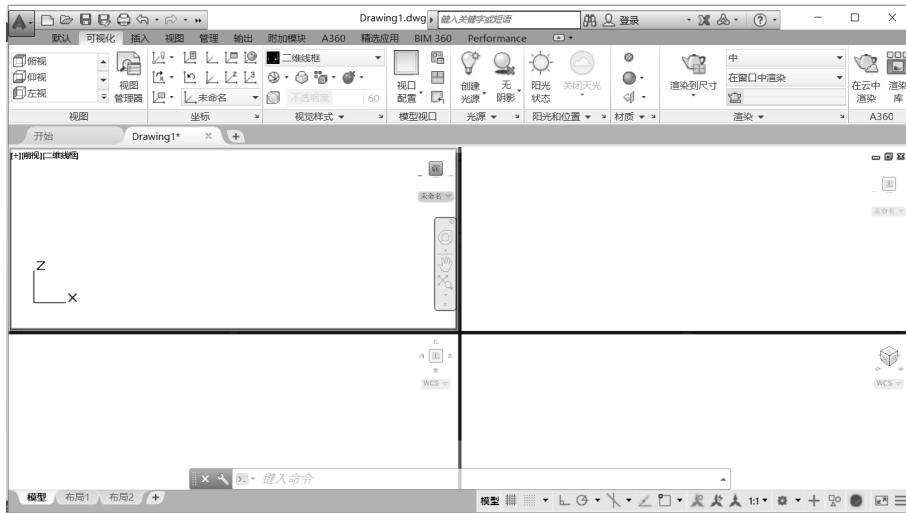

图12-11 设置多视口示例
(2) 设置多视口
- 在功能区选择“可视化”选项卡→“模型视口”面板→“视口类型”命令，设置4个视口，如图12-11所示。